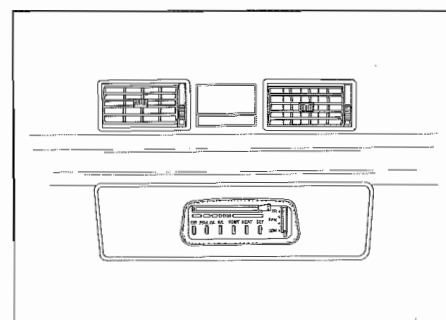

Fig. 5 - Pannello comando riscaldamento
- 1) Ruotare completamente in senso antiorario la manopola comando riscaldamento (Fig. 5).
- 1) Rotate completely anti-clockwise direction the grip of the heating control (Fig. 5).